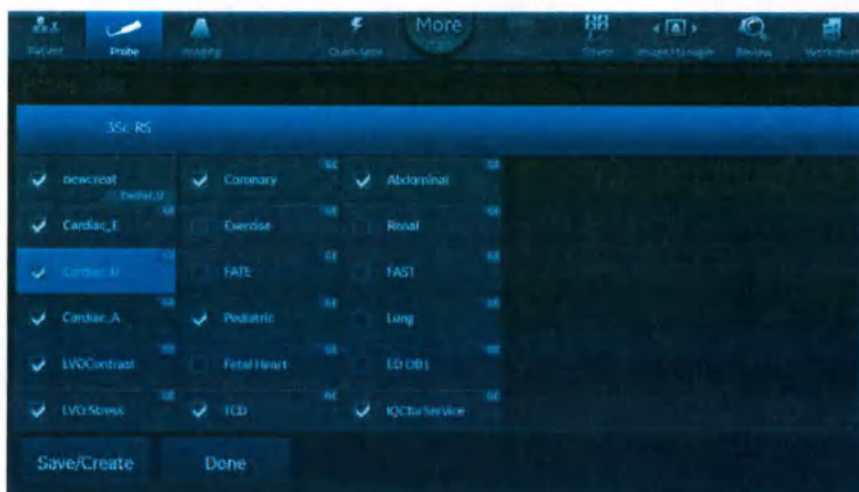

Рис. 4-37. Страница настройки предустановок
1. Коснитесь кнопки **настройки предустановок** внизу столбца, соответствующего выбранному датчику. Откроется страница **настройки предустановок** (Рис. 4-37).